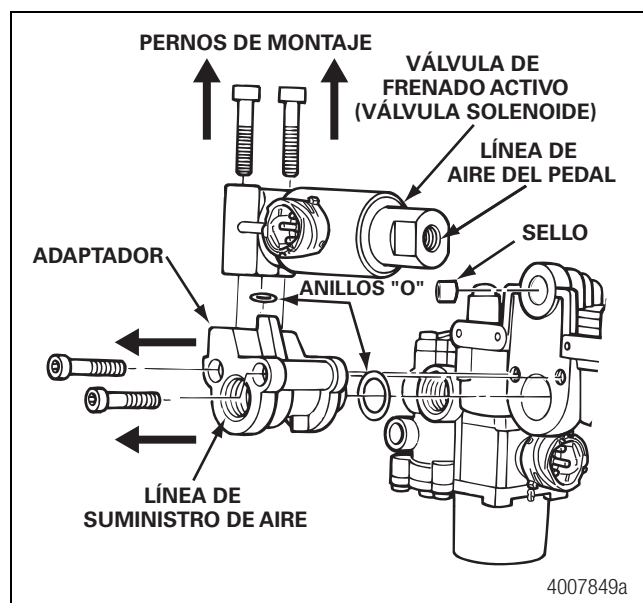

Figura 4.9
9. Retire la pieza adaptadora, el sello y los anillos "O" del paquete de válvulas. Figura 4.9.